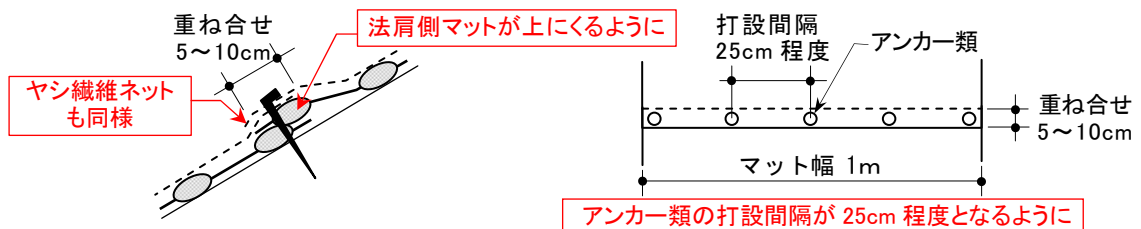

図 2. マット縦方向の重ね合わせとアンカー類の打設
- マットの重ね合せは、縦方向に 5~10 cm 程度、横方向に 2~5cm 程度（マットとマットの間に隙間が生じないこと）を目安とする。特に縦方向の重ね合せは重要であり、法肩側のマットが必ず上にくるような形で重ね合せると共に、間隔が 25 cm 程度となるようにアンカー類を打設すること（図 2 参照）。これは積雪害その他の影響により、マットのはがれ等を防止するための処置である。